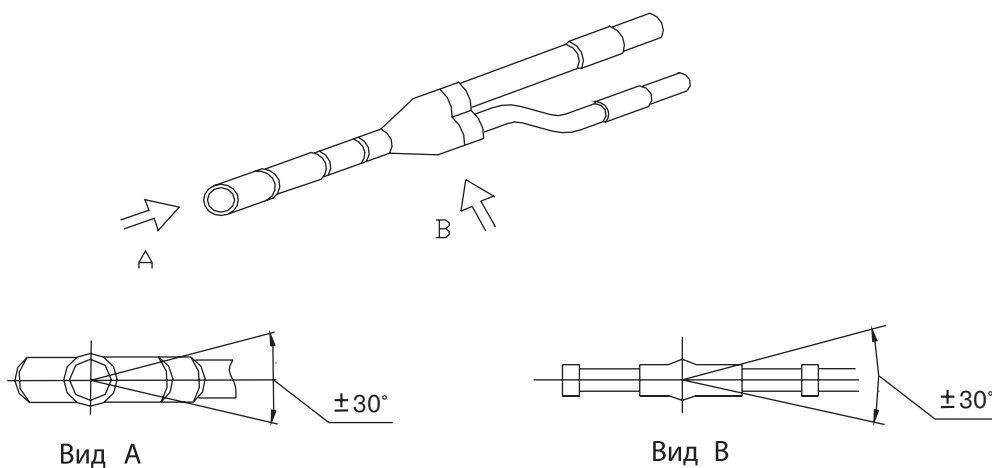

Рис. 11.6 — Расположение разветвителя при подключении
11.4.5 **Внимание!** Разветвитель должен устанавливаться таким образом, чтобы отводы к внутренним блокам находились в горизонтальной плоскости с отклонением не более 30° (см. рис. 11.6).